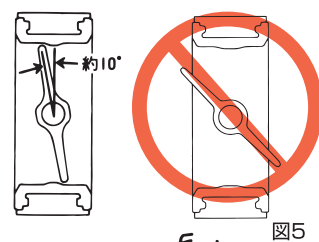

図5
(1) フランジ面は、バルブ面間より 5~10 mm 程度広くとります。(図4) この余裕がないと、特にバタフライバルブを挿入するときに、ゴムシートに異常なねじり応力が発生したり損傷を受けたりして、外漏れの原因になります。また、バルブの弁体は全閉にせず、出荷時の状態(約10° 開)のままで挿入してください。開けすぎてジスクがバルブの面間より飛び出した状態では挿入できませんし、ジスクを損傷することがあります。(図5)
(2) ウェハー形バルブの場合には、まず、フランジの下側半分にボルトを差し込みバルブの落とし止めをします。つぎに、ガスケット面に損傷を与えないよう、充分注意をしながらバルブを挿入します。
(3) 片締めによる漏れを防ぐために、フランジ形・ウェハー形では、フランジボルトを“十文字手順”で反復しながら接合面に均一な面圧が発生するように締め付けてください。
(4) 鋳鉄バルブには、メタルプレーン又は、メタルラップガスケットは使用しないでください。